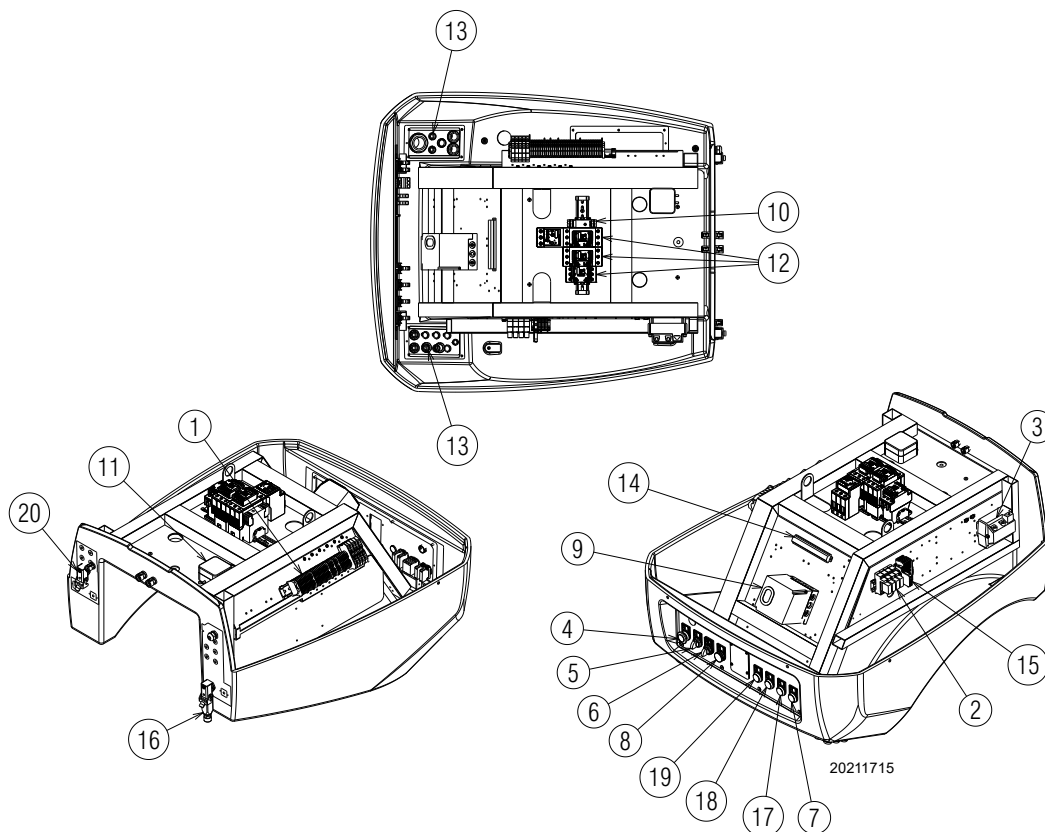

Abb. 5
- **Störabschaltung des Gerätes:** Das Einschalten der Taste (rote LED) des Steuergeräts 9)(Abb. 5) und der Leuchttaste 8) weist darauf hin, dass eine Störabschaltung des Brenners erfolgt ist. Zum Entstören die Taste 8) drücken.